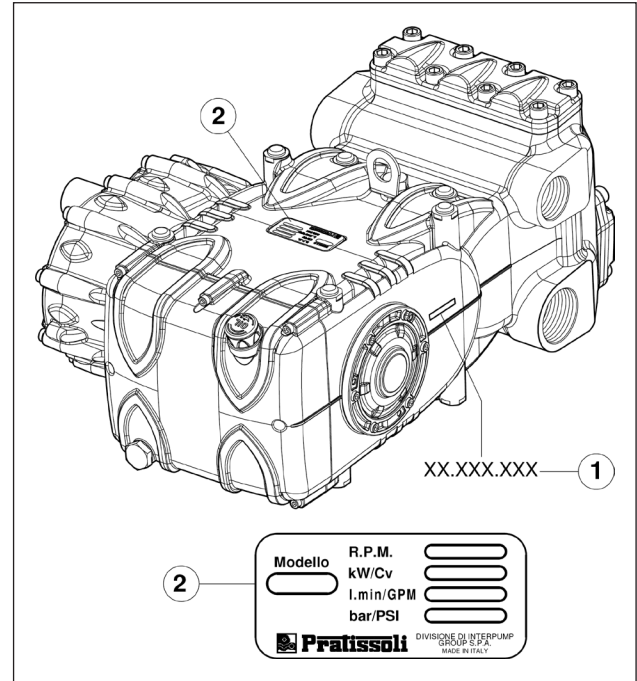

Fig. 1
Chaque pompe dispose de son propre n° de série XX.XXX. XXX, voir rep. ① et d'une plaquette d'identification, voir rep. ② Fig. 1 contenant :